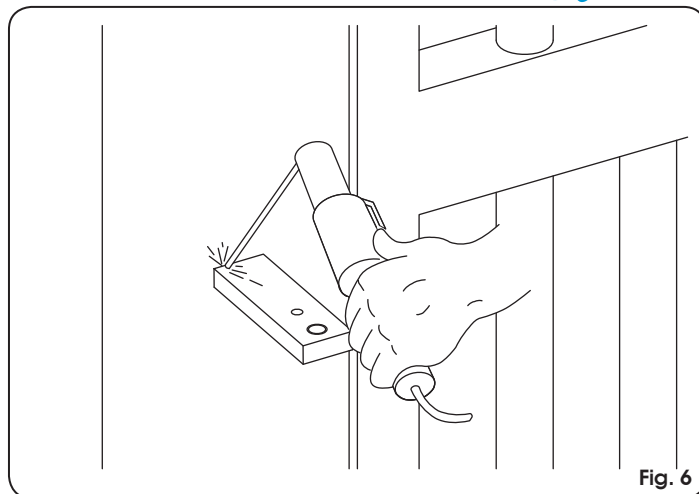
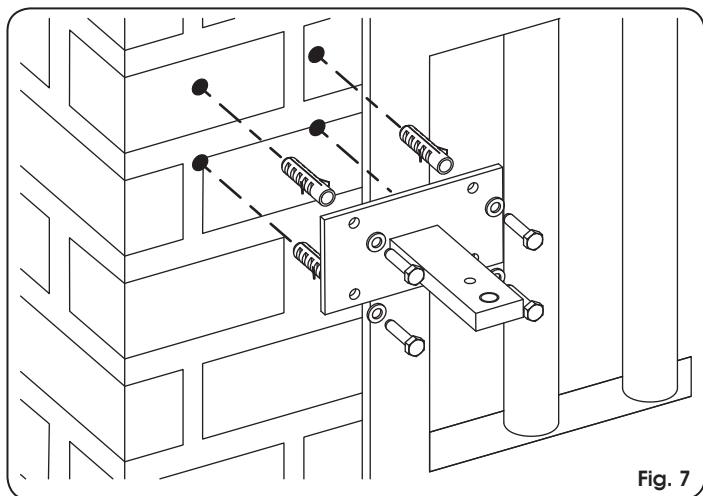

Fig. 6
Fig. 7
1. Fixar o suporte traseiro na posição determinada anteriormente. No caso de pilar de ferro, soldar bem o suporte diretamente ao pilar (Fig. 6). No caso de pilar de alvenaria, utilizar a respectiva placa (opcional) para a fixação e parafusar (Fig. 7) utilizando adequados sistemas de fixação. Em seguida, soldar bem o suporte ao pilar.